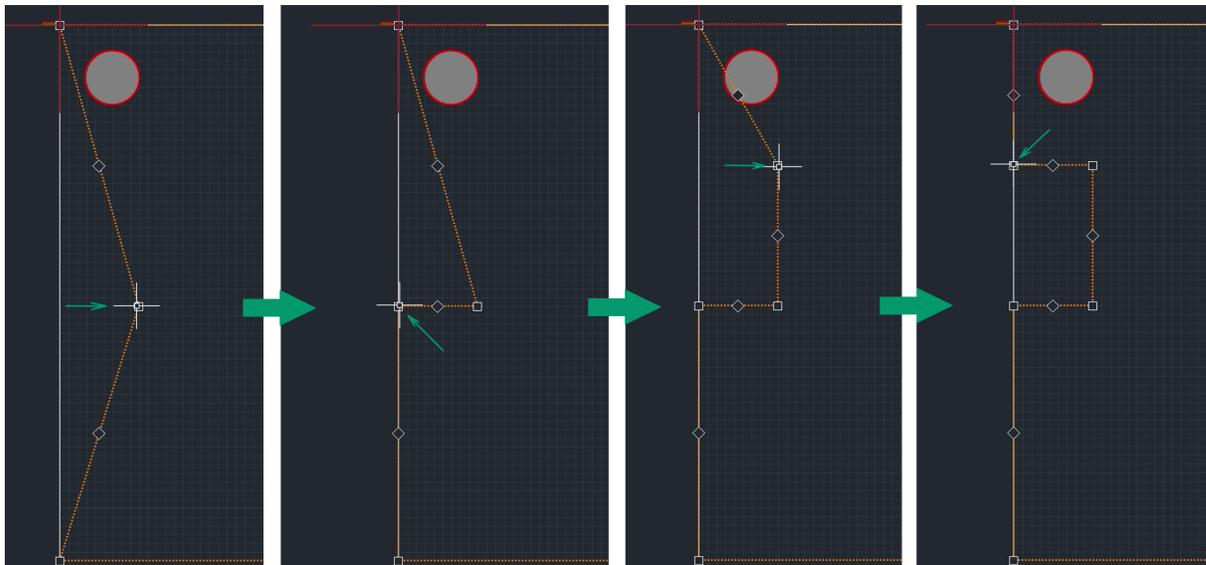

Рис. 497 Редактирование границ области металлизации
3. Отредактируйте границы области металлизации, например, с помощью перемещения точек трансформации, см. Рис. 497.